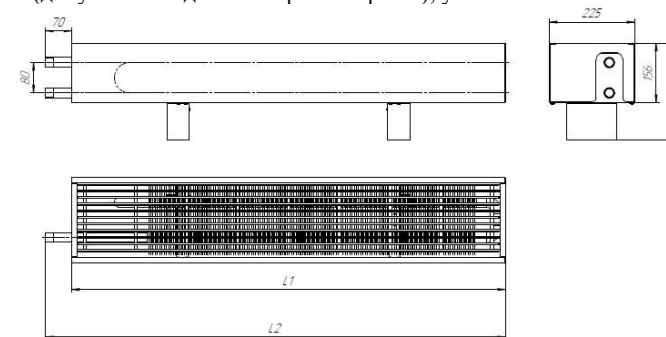

Рис. 1 – Конвектор TEPLA Neo Expro 156(B)x225(Г); БП.
- 1.3. Конвекторы выпускаются в концевом или проходном исполнении, с патрубками для подвода теплоносителя, расположенными с правой или левой стороны прибора, концы присоединительных патрубков гладкие (под сварку) или с раструбами с резьбой наружной G 3/4" (НР ¾) или с резьбой внутренней G 1/2" (ВР ½), габаритные и присоединительные размеры указаны в рис. 1.